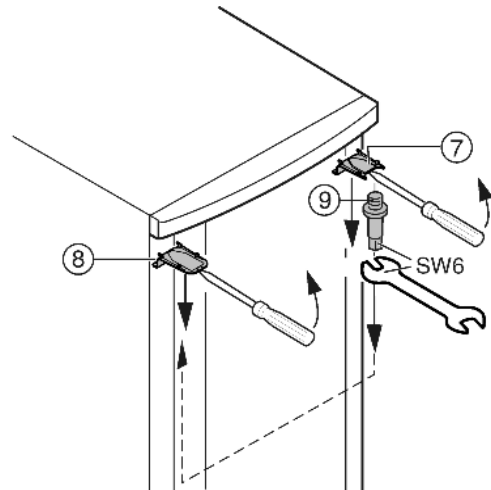

Fig. 8
- ▶ Верхнюю крышку Fig. 8 (7) и крышку Fig. 8 (8) с помощью отвертки выведите вперед из фиксатора и снимите, наклоняя вниз.
- ▶ Выкрутите опорный палец Fig. 8 (9) и вкрутите на противоположной стороне (с моментом 4 Нм).
- ▶ Снова установите крышку Fig. 8 (7) на стороне опорного пальца: насадите сзади, защелкните спереди.
- ▶ Установите крышку Fig. 8 (8) на противоположной стороне: насадите сзади, защелкните спереди.
- ▶ Подвесьте верхнюю часть двери на опорный палец Fig. 8 (9).